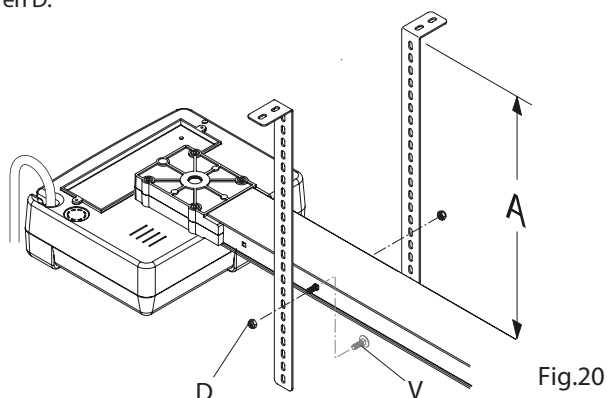

Fig.20
2. Bevestig de steunen JMP.2 aan de motor volgens Fig.20, selecteer het gat zoveel mogelijk overeenkomend met afmeting X uit paragraaf "Voorafgaande controles", bevestig hem door het plaatsen van de twee schroeven V en blokkeer deze door de moeren D.